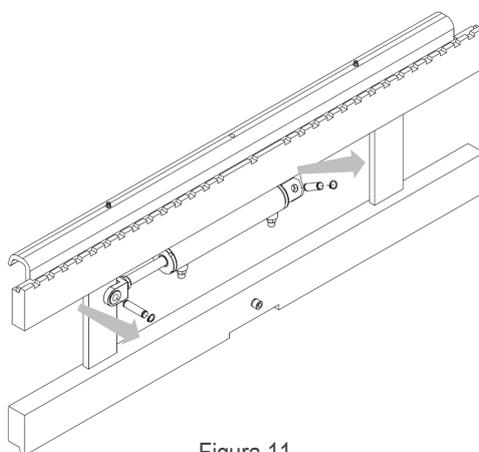

Figura 11
4. Retire los anillos elásticos de los pasadores que sostienen el cilindro de desplazamiento, y después de haber extraído los pasadores, retire manualmente el cilindro (mira *Figura 11*).
9. Vuelva a colocar el cilindro de desplazamiento, siguiendo las operaciones que se muestran en la *Figura 11* a la inversa.